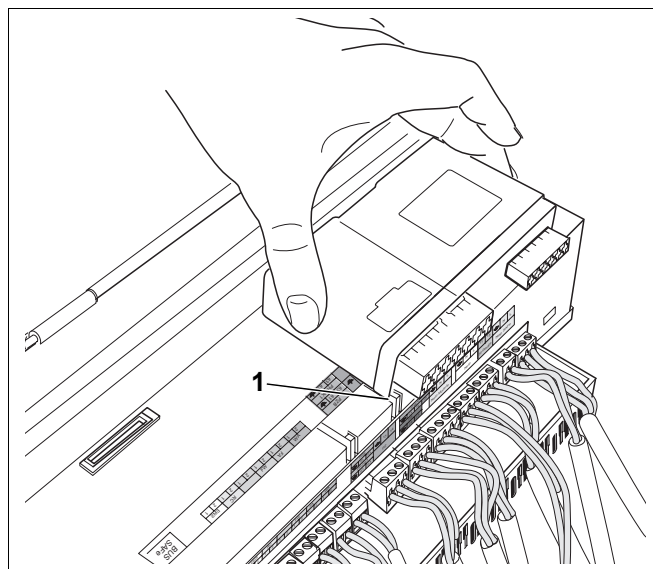

Рис. 9 Установка функциональных модулей
- Ввести наружные задние крюки функционального модуля в язычок (рис. 9, поз. 1) на системе управления.
- Нажать вниз на переднюю сторону модуля (рис. 9).